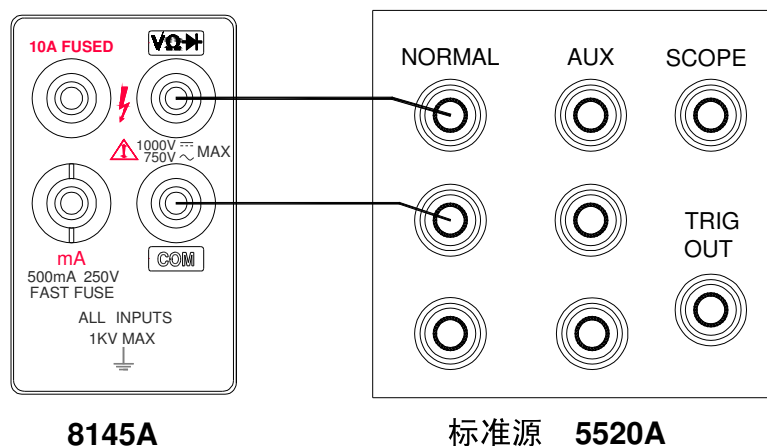

图 5—1
- (1) 打开电源，同时按下 **DCA** 键，**dBm** 键和 **☺** 键仪表进入校准状态，LCD 在左上角显示 '**CAL**' 标志（此标志在所有功能校准过程中一直存在），同时仪表默认进入 300mV 的直流电压校准功能。
- (2) 让标准设备处于 'STBY' 状态，按图 5—1 连接被测表和标准设备。